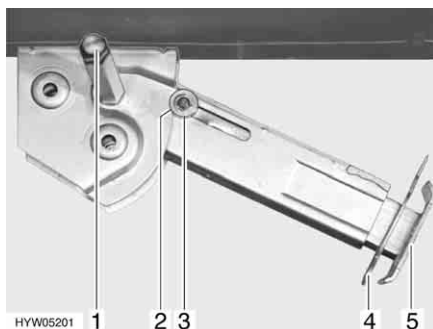

Fig. 11 Piedino di stazionamento
- Inserire la chiave a tubo nell'esagonale (Fig. 11,1) e ruotare fino a quando il piedino di stazionamento non si trova in posizione verticale verso il basso.
- Estrarre la copiglia (Fig. 11,4) dal prolungamento dell'estremità del piedino (Fig. 11,5).
- Inserire la chiave a tubo nell'esagonale (Fig. 11,1) e ruotare fino a quando il piedino di stazionamento non si stacca dal terreno.
- Spingere completamente all'interno il prolungamento dell'estremità del piedino (Fig. 11,5) e inserire la copiglia (Fig. 11,4) nel foro apposito.
- Ruotare la chiave a tubo nell'esagonale (Fig. 11,1), fino a quando il piedino di stazionamento non è sollevato verso l'alto e la guida (Fig. 11,3) è rientrata totalmente nell'intaglio (Fig. 11,2).